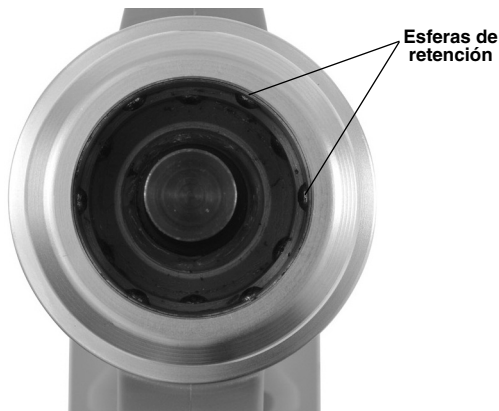

Figura 7 – Interior del acoplamiento QCS
- Tiene todas las esferas de retención en todas las aperturas y no hay ningún daño. La Figura 7 muestra el interior de un acoplamiento QCS completo y limpio.
Apunte la apertura del acoplamiento QCS hacia el suelo y suavemente sacuda el aparato para dejar caer los residuos. Haga una inspección visual de la apertura del acoplamiento QCS para verificar que no quedan residuos. Puede usar hisopos de algodón para quitar los residuos. No permita que se acumulen residuos en las ranuras de retención de las esferas (*Figura 7*). El acoplamiento QCS está lubricado de por vida en la fábrica. No le coloque lubricante al acoplamiento QCS.